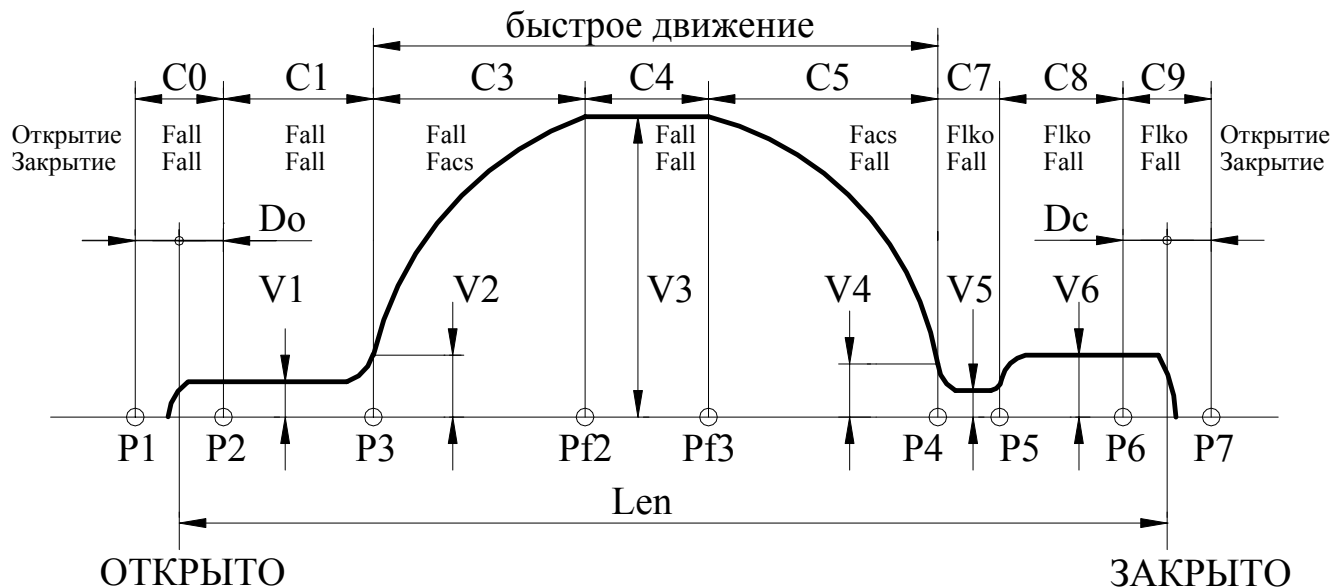

Рис.6. Траектория движения.
3.7.3.3. Если проем был уже промерен, то после синхронизации на 0, *Устройство* начинает двигаться по траектории, показанной на **рис.6**.
3.7.7.4. *Устройство* отрабатывает траекторию движения, показанную на **рис.6**, справа налево.
3.7.7.7. При **полном открытии**, когда *Устройство* определило наличие упора в зоне С0 (см. **рис.6**), замыкается СК ВКО. После этого *Устройство* переходит в режим одностороннего удержания.
3.7.8.4. *Устройство* отрабатывает траекторию движения, показанную на **рис.6**, слева направо.
3.7.8.7. При **полном закрытии**, когда *Устройство* определило наличие упора в зоне С9 (см. **рис.6**), замыкается СК ВКЗ. После этого *Устройство* переходит в режим одностороннего удержания.
- **E0L** – переезд зоны полного открытия (**C0, рис.6**) или полного закрытия (**C9, рис.6**). *Синхронизация* в этом случае выключается. Ошибка сбрасывается при смене кода направления вращения, но затем необходимо провести *синхронизацию* заново. При повторном неоднократном возникновении данной ошибки нужно провести **измерение проема**, если затем эта ошибка все равно будет возникать, необходимо проверить механику привода.
3.8.1. Рис.6, на котором показана траектория движения, отслеживаемая *Устройством*, поясняет назначение многих параметров, рассмотренных ниже. На рис.6 отображено также распределение сил на участках траектории отдельно при открытии и при закрытии (при переходе в режим удержания устанавливается соответствующая сила удержания).
- Если $Var_sl=1$, то точка препятствия запоминается и происходит замедление скорости движения при подходе к точке препятствия до $Vbar$. При отсутствии препятствия в том же месте, дальнейшее движение происходит по кривой, указанной на **рис.6**.
- 3.8.5.14. **Номер D** – C_vko (0-250, $l=Ks$ мм) – дополнительное смещение точки **P2(рис.6)** для расширения диапазона удержания сигнала ВКО.
- 3.8.5.15. **Номер E** – C_vkz (0-250, $l=Ks$ мм) – дополнительное смещение точки **P6(рис.6)** для расширения диапазона удержания сигнала ВКЗ.